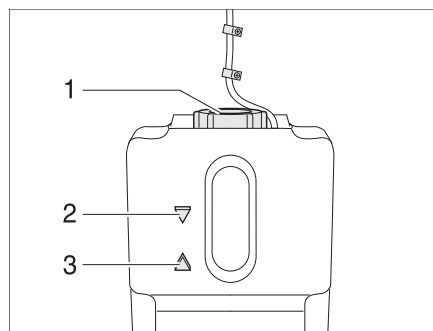

Fig. 162 Recipiente de compensación calefacción de agua caliente
- Comprobar si el líquido en el recipiente de compensación (Fig. 162) está entre la marca "MIN" (Fig. 162,3) y "MAX" (Fig. 162,2).
- Abrir la tapa giratoria (Fig. 162,1) del recipiente de compensación.